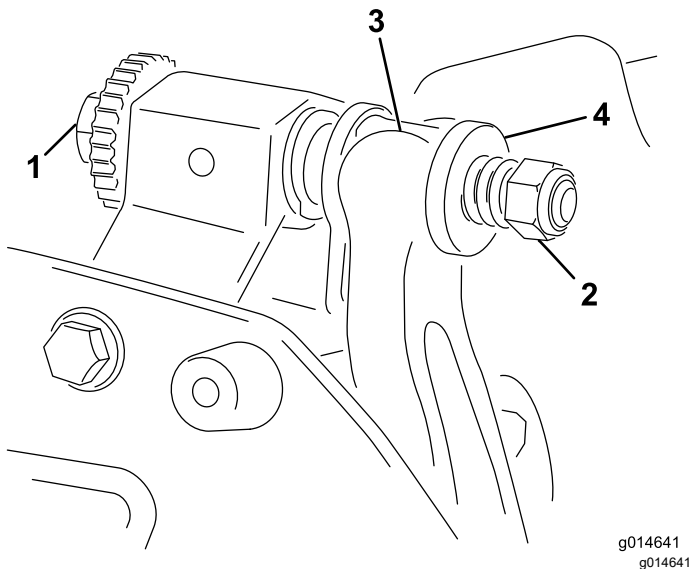

Рисунок 19
1. Поверніть регулювальні гвинти планки нерухомого ножа проти годинникової стрілки, щоб відсунути нерухомий ніж від барабана (Рисунок 19).
2. Відкрутіть гайку натягу пружини так, щоб шайба не тиснула на планку нерухомого ножа (Рисунок 19).